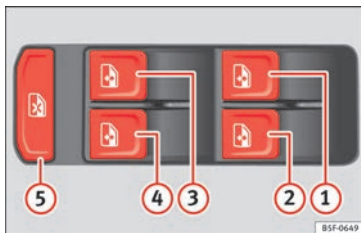

Fig. 131 Détail de la porte du conducteur : commandes des fenêtres.
Les touches ►► **fig. 131** ①, ②, ③ et ④ disposent de deux positions pour l'ouverture des glaces et de deux autres pour leur fermeture. Il est ainsi plus simple de contrôler les processus d'ouverture et de fermeture.